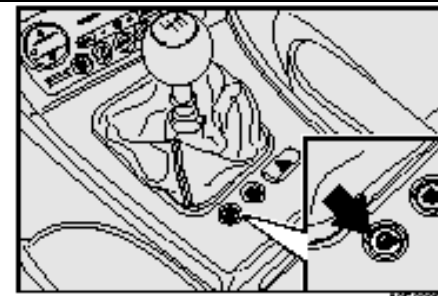

рис. 90
Когда включена функция (ON) возможно разблокировать замки других дверей, нажатием на кнопку  (рис. 90), расположенную на центральном туннеле.
Нажмите кнопку  (рис. 90) чтобы заблокировать/разблокировать все двери.